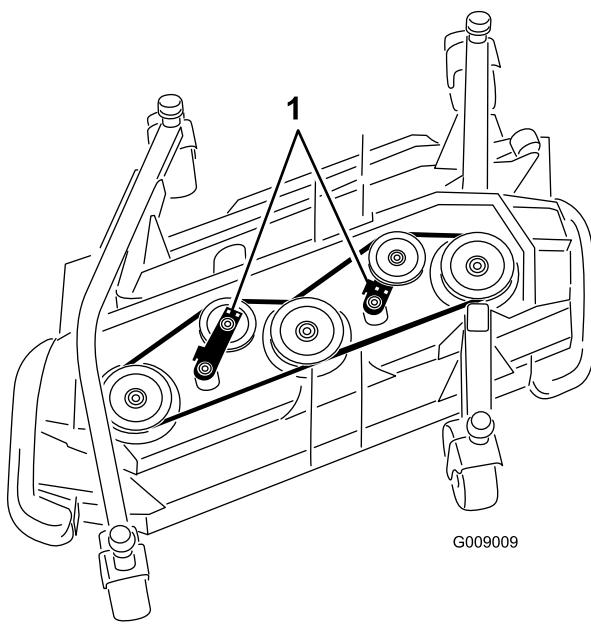

Bild 79
3. Schieben Sie die Spannscheibe mit einem Schraubenschlüssel oder einem ähnlichen Werkzeug (Bild 79) vom Treibriemen und lassen Sie den Riemen von der Getriebespannscheibe rutschen.